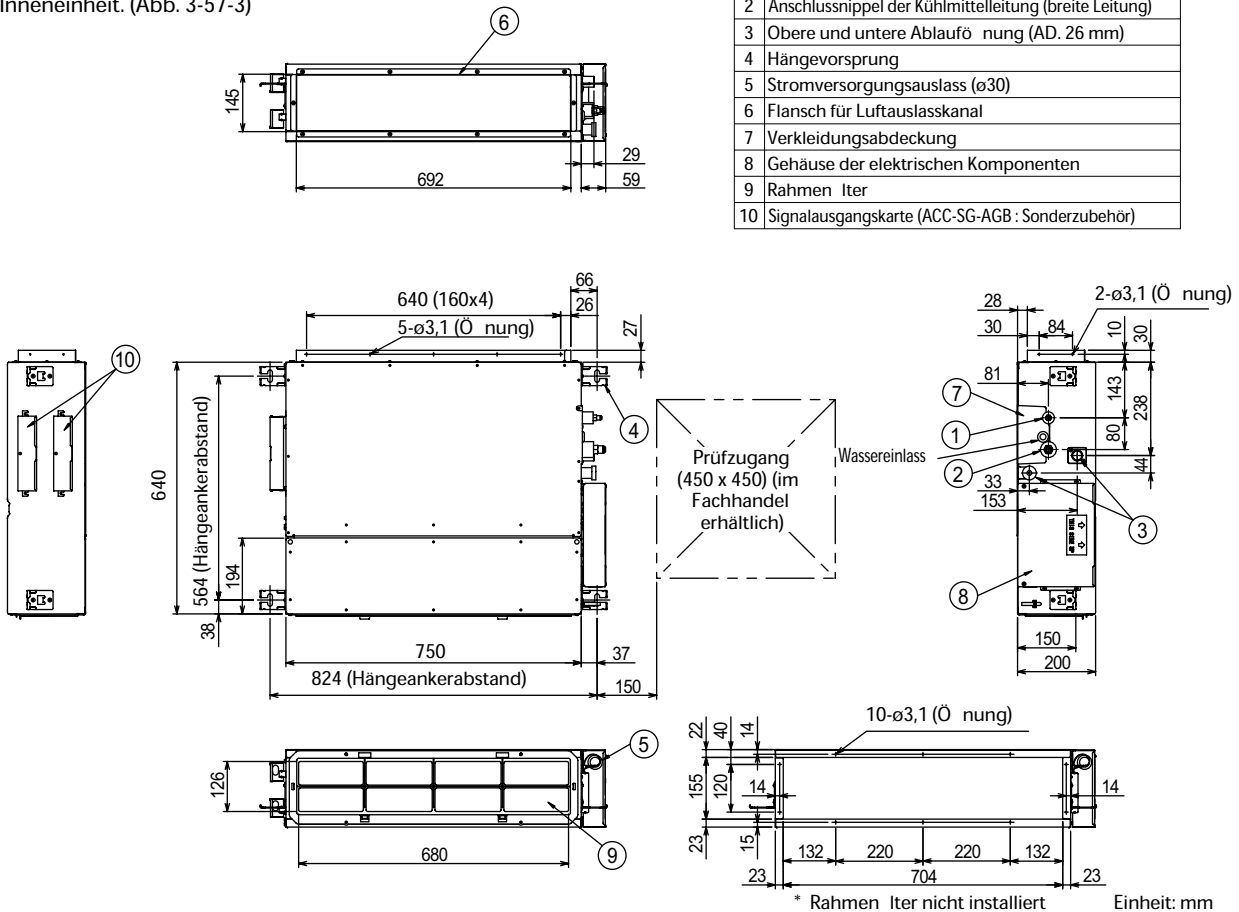

Abb. 3-57-3
- Die Abbildung zeigt die genauen Abmessungen der Inneneinheit. (Abb. 3-57-3)